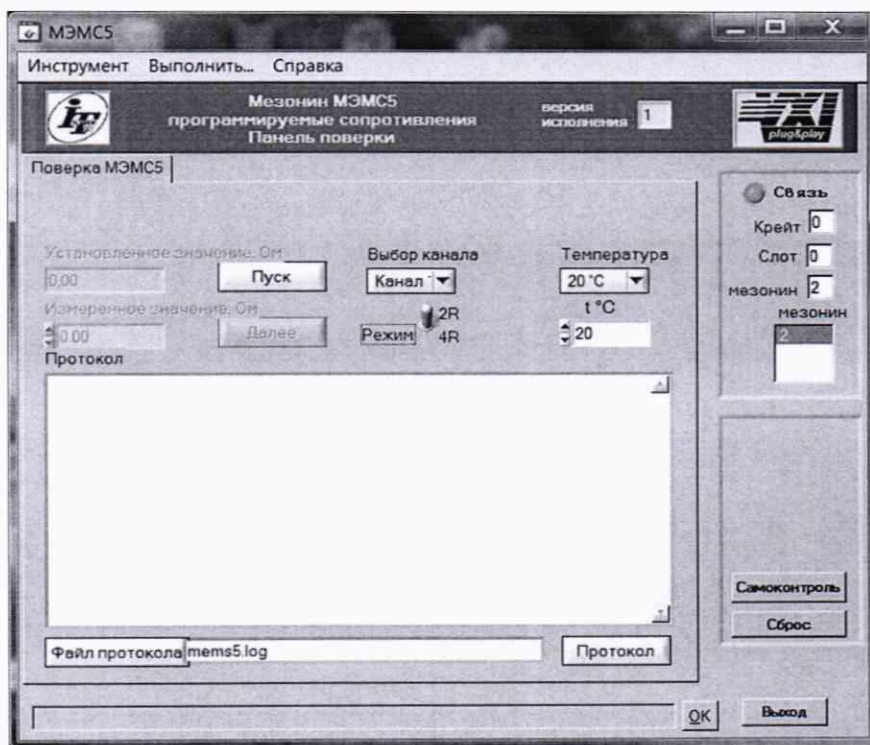

Рисунок 5.5
- 8) на программной панели (см. рисунок 5.5) нажать кнопку «Файл протокола», ввести имя файла протокола результатов проверки, нажать кнопку «OK»;